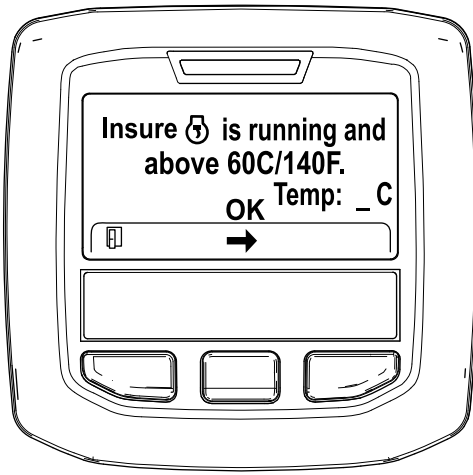

Figura 51
5. Se la temperatura del refrigerante è inferiore a 60°C, viene visualizzato il messaggio "Assicurarsi che  sia in funzione e sopra 60C". (Figura 51).